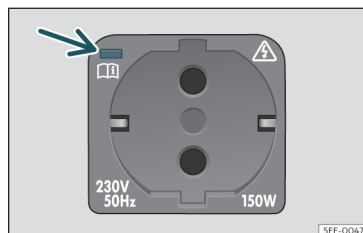

Fig. 141 En el maletero: toma de corriente de 230 voltios.
Con el motor en marcha, la toma de corriente » fig. 141 se activa automáticamente en cuanto se enchufa un conector. Si hay suficiente energía disponible, dado el caso también se puede seguir utilizando la toma de corriente con el motor apagado » ❷.